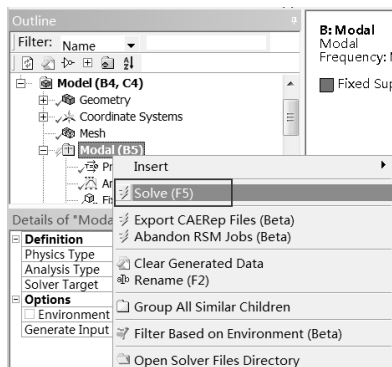

图 9-34 执行模态计算
Step4: 如图 9-34 所示, 在 Outline (分析树) 中的 Modal (B5) 选项上右击, 在弹出的快捷菜单中选择 Solve 命令。